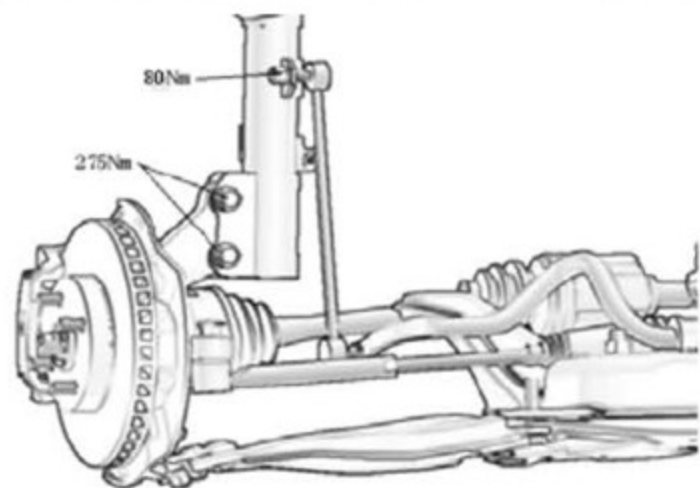

图 5.1-20
- ③ 拆下带螺旋弹簧的前减振器。
- a 拆下前横向稳定杆连杆与前减振器总成连接的螺母。拆卸前减振器总成与转向节连接的2个螺母和螺栓后，将减振器从转向节上拆下，如图5.1-20 所示。